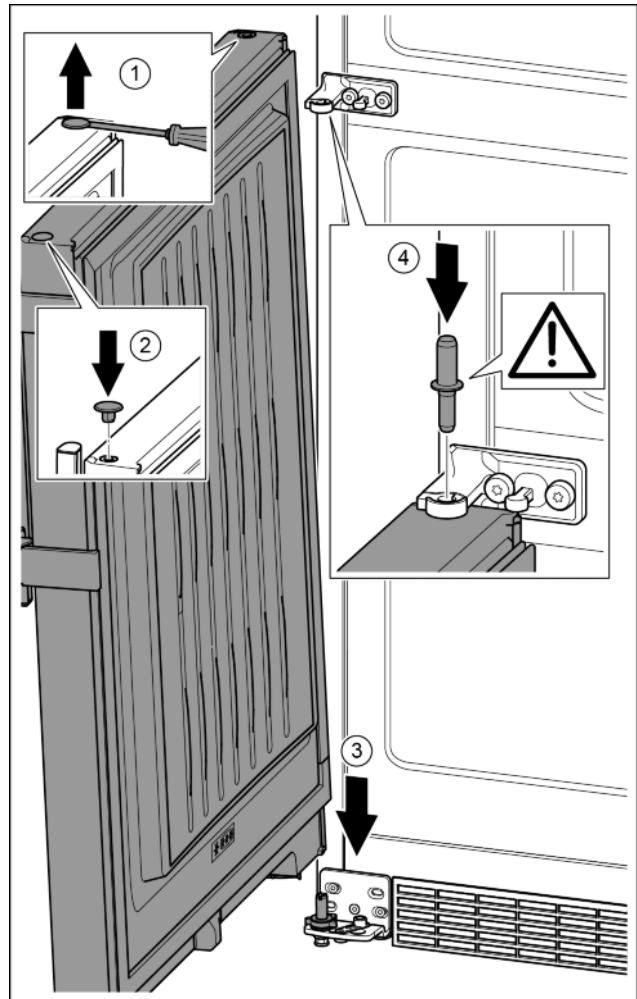

Fig. 22
- ▶ Осторожно приподнять шлицевой отверткой заглушку и вынуть ее. Fig. 22 (1)
- ▶ Заглушку снова вставить с другой стороны. Fig. 22 (2)
- ▶ Установить дверь сверху на нижний опорный палец. Fig. 22 (3)
- ▶ Вставить средний опорный палец через средний опорный кронштейн в нижнюю дверь. При этом следить за тем, чтобы выступ фиксатора был направлен назад. Fig. 22 (4)